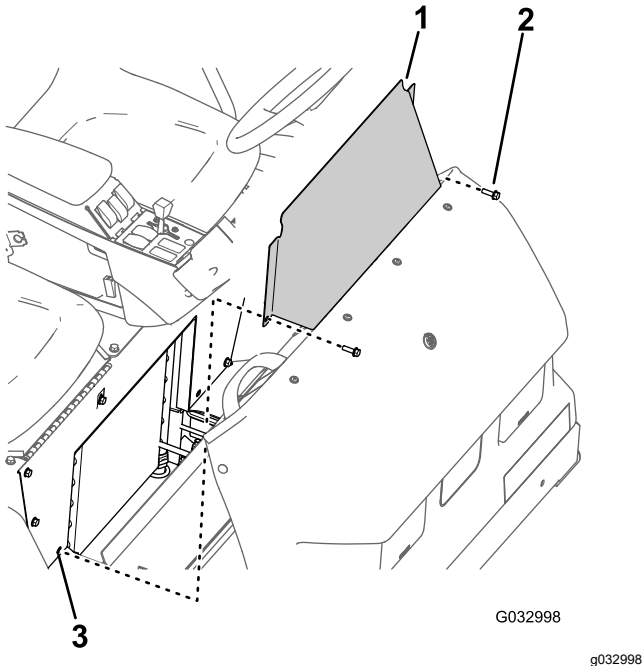

Figura 69
1. Retire los 2 pernos con arandela prensada que sujetan el panel de acceso de la base del asiento a la base del asiento (Figura 69).
2. Retire el panel de acceso de la base del asiento de la máquina (Figura 69).
1. Alinee los taladros del panel de acceso de la base del asiento con los taladros de la base del asiento (Figura 69).
2. Monte el panel de acceso de la base del asiento en la base del asiento con los dos pernos con arandela prensada (Figura 69) que retiró en el paso 1 de Retirada del panel de acceso de la base del asiento (página 58).